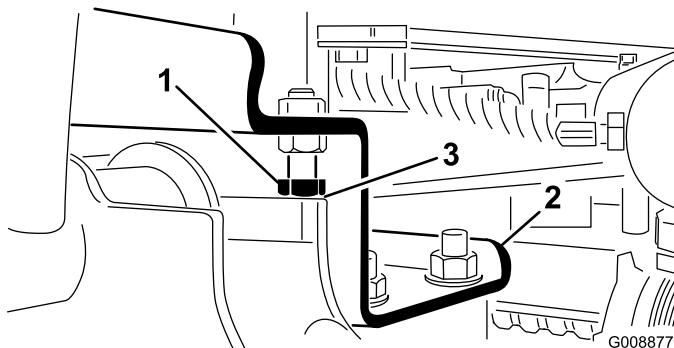

Bild 12
- A. Drehen Sie die Anschlagschrauben heraus (Bild 12).
- 2. Prüfen Sie, ob der Abstand zwischen jedem Hubarm und der Anschlagschraube zwischen 0,13 und 1,02 mm liegt (Bild 12). Justieren Sie die Anschlagschrauben, bis sich der richtige Abstand ergibt, wenn der Abstand davon abweicht.